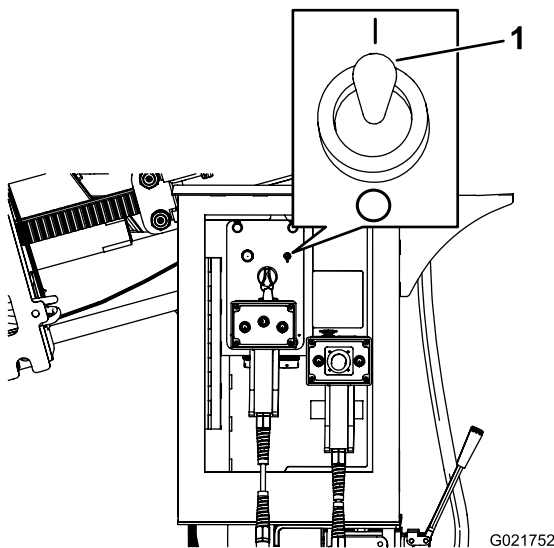

Figura 156
6. Mova o interruptor da mangueira de aspersão para a posição On (Figura 156).